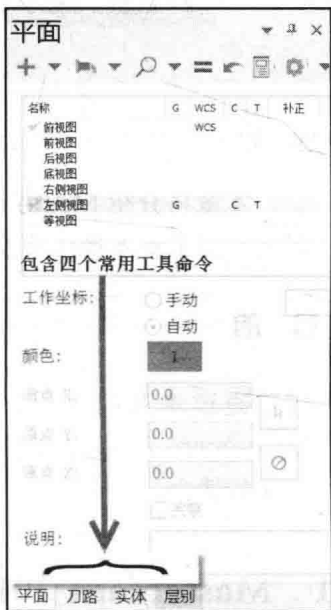

图 1-3 操作管理器
(2) 操作管理器 用于对执行的操作进行管理。操作管理会计记录大部分操作,可以在其中对操作进行重新编辑定义,例如通过操作管理器可以对实体、刀路、平面、图层等进行管理和编辑等,如图 1-3 所示。
(3) 选择 可以在整个图形或现有选择集的范围来内来选择,通过选择抓取方式,设置光标特性以及实体的线面来快速选择。
(4) 快速选择 与传统选择相比,对象选择管理器可以提供更复杂的过滤选项,通过过滤点、线、面、实体的特性进行过滤。
(5) 右键快捷菜单 在绘图区单击鼠标右键,可以弹出右键菜单,该菜单中主要包含绘图过程中常用的一些命令。
(6) 单位 在绘图区的右下角,用于显示当前的绘图单位,当显示 mm 时表示米制单位,当显示 inch 时表示英制单位。
(7) 鼠标位置坐标 当在绘图区中移动鼠标时,系统瞬间在当前构图面中显示光标位置坐标。
(8) 荧屏坐标系 坐标轴图标在绘图区左下角,用于显示当前视图的坐标方向。